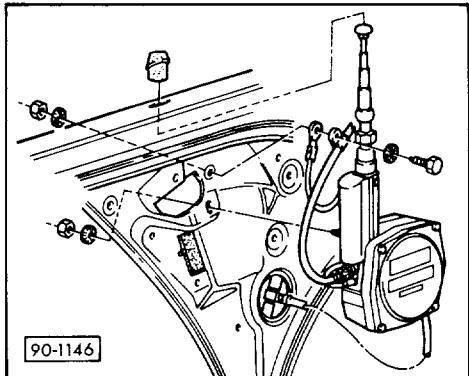

Рис. 1 Снятие и установка антенны с электроприводом
- ◆ снятие и установка ⇒ рис. 1
♦ снятие и установка ⇒ рис. 1
< Рис. 1 Снятие и установка задних громкоговорителей